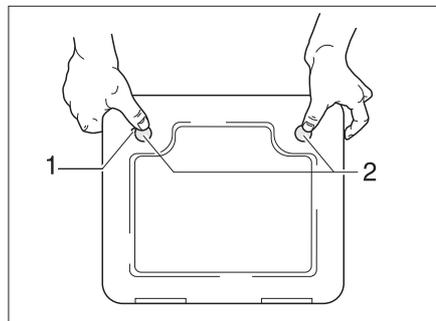

Bild 153 Klappe für die Toiletten-Kassette
- Die Klappe für die Kassette außen am Fahrzeug öffnen. Dazu den Schlüssel in den Schließzylinder des Druckschlusses (Bild 153,1) stecken und eine viertel Umdrehung drehen.
- Beide Druckschlösser (Bild 153,2) gleichzeitig mit dem Daumen drücken und die Klappe für die Kassette öffnen.